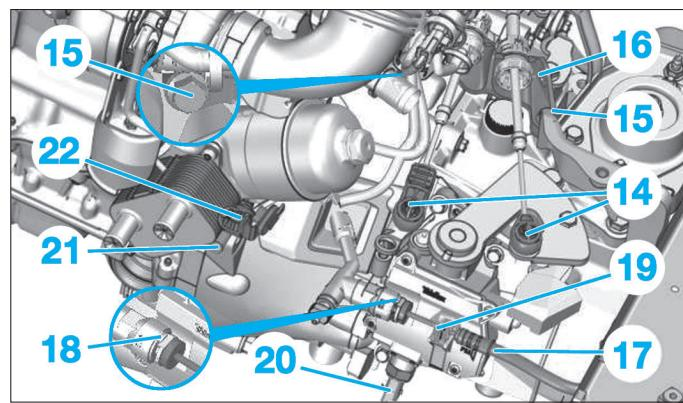

Fig. 7
- Désaccoupler les rotules (14) (Fig.7).
- Déposer les vis (15).
- Ecartez le support (16).
- Tirer sur l'agrafe (18) sans la déposer.
- Désaccoupler la canalisation hydraulique (17).
- Dégrafer la canalisation (17) de l'agrafe (19).
- Débrancher le connecteur (20).
- la vis (21),
- l'agrafe (22).